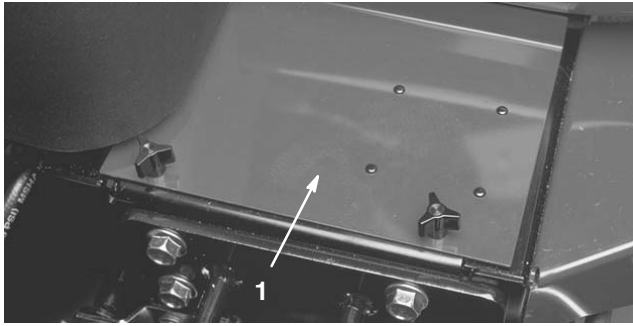

Figure 1
2. Retirez le couvercle de la batterie (Fig. 1).